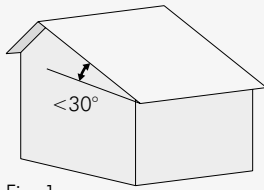

Fig. 1
Working on a roof means on a roof whose slope is less than 30° (Fig. 1) where the operator, to be able to work safely, has to connect him or herself to a horizontal flexible lifeline which has previously been installed on the apex of the roof (A). If such a lifeline is not already present, a temporary lifeline (B) must be installed by a suitably-qualified worker to allow the work to be carried out in safety. Access to the roof is mainly:
Katolla työskentelystä puhuttaessa viitataan työskentelyyn katolla, jonka kaltevuus on alle 30° (Fig. 1), ja jolla työntekijän on turvallisesti työskenneltävä liitettyä itsensä vaakasuuntaiseen, katon harjalle (A) etukäteen asennettuun joustavaan turvaköyteen. Jos tällaista turvaköyttä ei ole, pätevän työntekijän on asennettava tilapäinen turvaköysi (B), jotta työ voidaan suorittaa turvallisesti. Katolle kiivetään useimmiten: